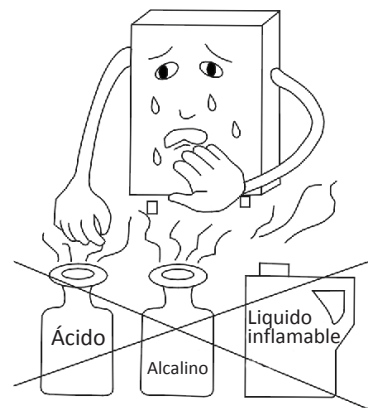

Fig 18
- No almacene inflamables, explosivos o volátiles cerca del calentador de agua. (Fig. 18)